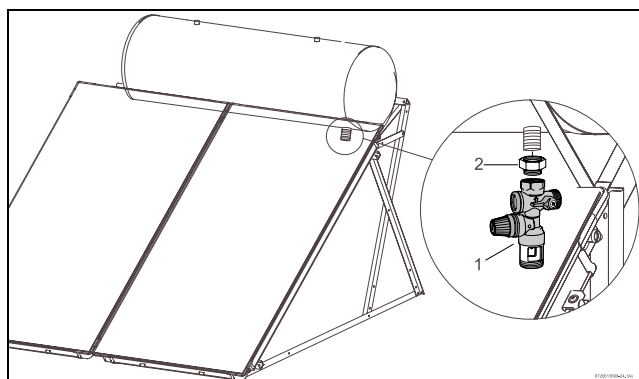

Fig. 74 Montage de la soupape de sécurité
- Mettre l'anneau de réduction en place sur la soupape de sécurité 10 bar et monter la vanne sur l'arrivée d'eau (→ fig. 74).
De l'eau peut s'écouler de la soupape de sécurité en raison des variations de température et de pression pendant la journée (→ fig. 74, [1]). Veiller à assurer une évacuation appropriée de l'eau qui s'écoule.